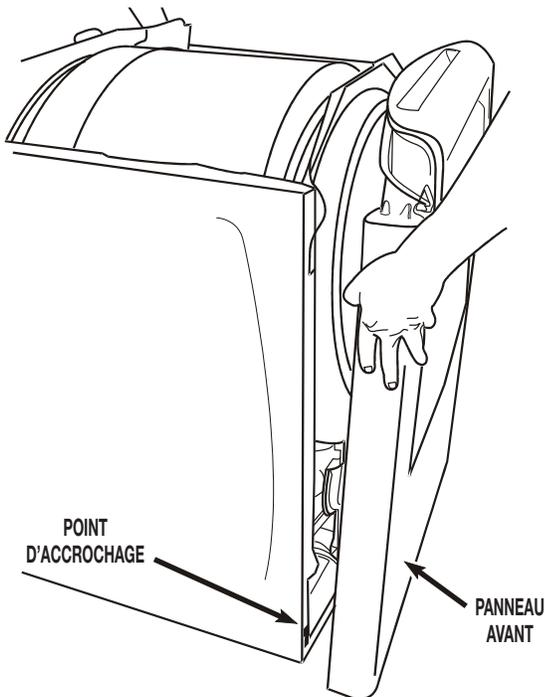

FIGURE 3
8. Soulever le panneau avant; décrocher le panneau avant aux deux points d'accrochage inférieurs; enlever le panneau. Consulter la *Figure 3*.